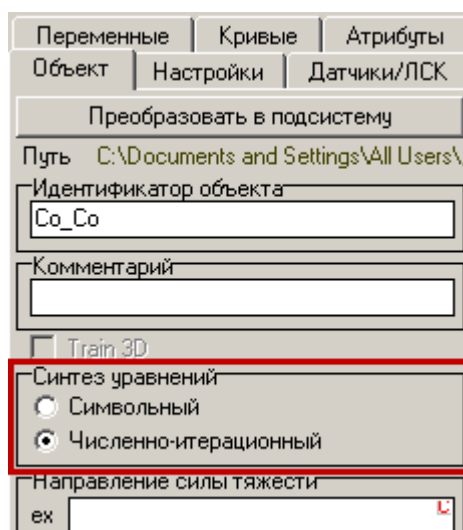

Рис. 4.94. Метод синтеза уравнений, вкладка Объект инспектора программы ввода
- В программе ввода **UM Input** модели и всем внешним подсистемам должен быть установлен численно-итерационный метод синтеза уравнений, рис. 4.94.